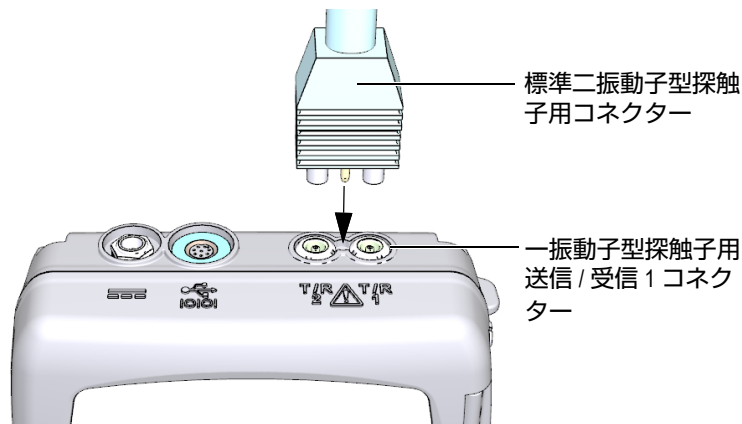

図 5-1 探触子を差し込む
1. 39DL PLUS の筐体上面にある探触子コネクタに探触子を差し込みます (80 ページの図 5-1 参照)。一振動子型探触子の場合は T/R 1 を使用します。